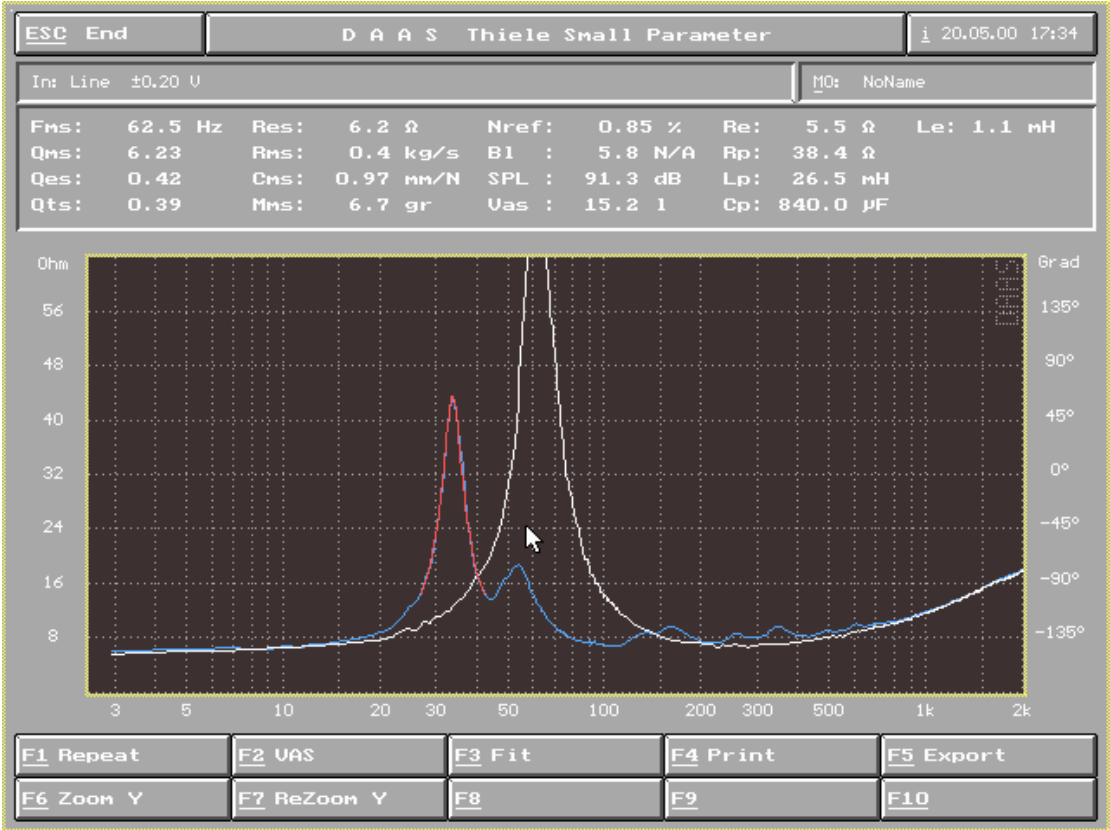

图 33
- 10) 即得到扬声器 ThieleSmall 参数 (图 33)